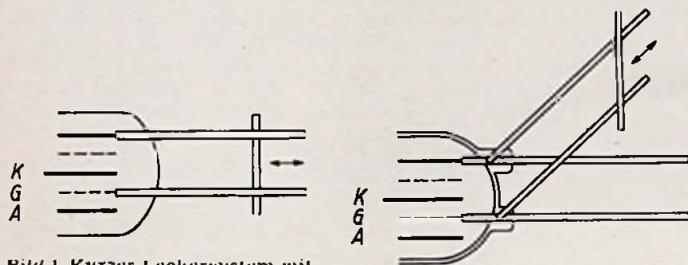

Bild 1. Kurzes Lechersystem mit verschiebbarem Kurzschluß als regelbare Induktivität
a) **Leitungsstücke als Blindwiderstände.** In Teil 2 war gezeigt worden, daß ein kurzes, an seinem Ende kurzgeschlossenes Leitungsstück wie eine Induktivität, ein kurzes offenes Leitungsstück wie eine Kapazität wirkt. Allgemein zeigte sich, daß man in der Lage ist, mit Doppelleitungsstücken alle Blindwiderstände zwischen 0 und $\pm \infty$ herzustellen. In der Praxis verwendet man z. B. kurze Lechersysteme mit verschiebbarem Kurzschluß als regelbare Induktivität zum Abstimmen der Kapazität zwischen den Elektroden der Senderöhre (Bild 1). Dabei kommt es wegen der großen Elektrodenkapazitäten